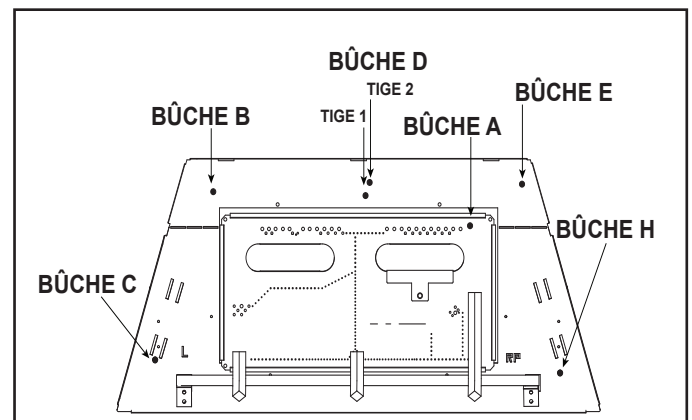
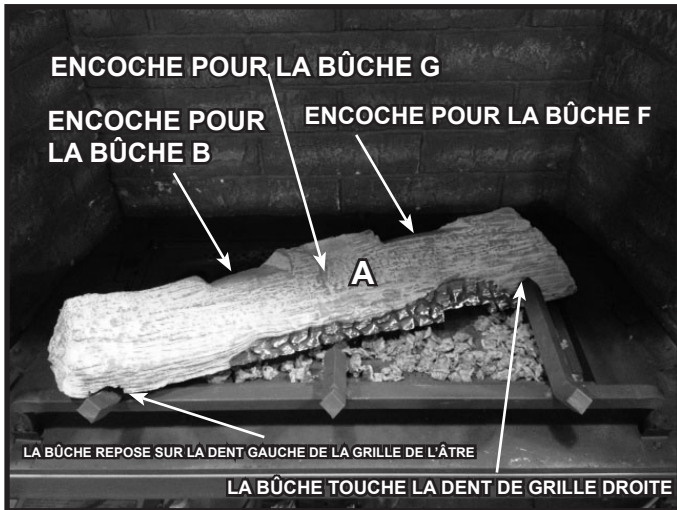
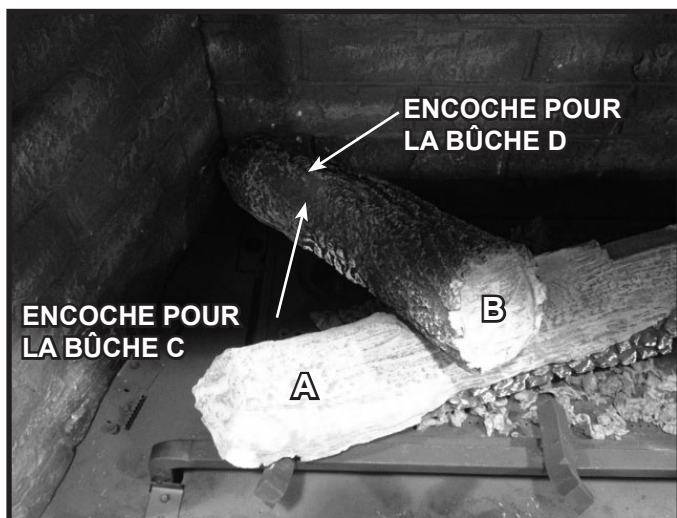
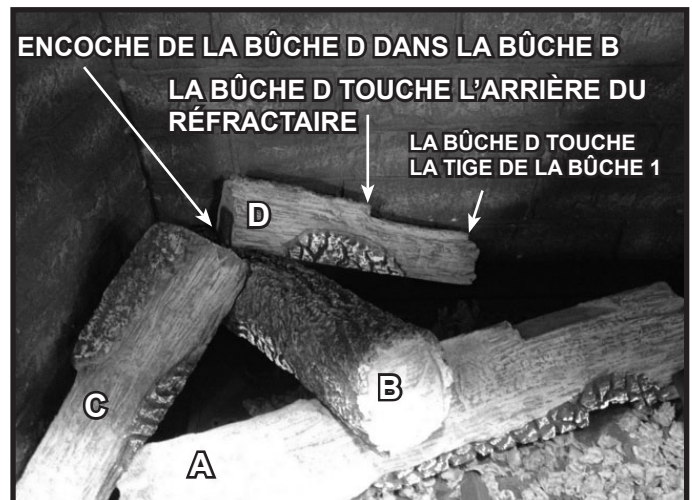

Figure 4. LOGSDBDV36PLAT Emplacements des tiges de bûche
Figure 5. Bûche A installée
Figure 6. Bûche B installée
Figure 8. Bûche D installée
1. **(BÛCHE A) :** Placez la bûche A dans l'appareil, comme il est indiqué à la figure 5. L'encoche au bas de l'extrémité gauche devrait reposer sur la dent gauche de la grille de l'âtre. L'extrémité droite de la bûche A devrait reposer contre l'arrière de la dent droite de la grille, et devant la tige de la « bûche A » indiquée à la figure 4. Glissez la bûche A vers l'avant de l'appareil.
2. **(BÛCHE B) :** Localisez la tige pour la bûche B dans la figure 4. Positionnez la bûche B dans l'appareil avec les encoches de la bûche orientées vers l'arrière de l'appareil. La bûche devrait toucher la tige de la bûche de l'arrière. Placez l'avant de la bûche B dans l'encoche sur la bûche A. Voir la figure 6.
3. **(BÛCHE C) :** Localisez la tige pour la bûche C sur la figure 4. Positionnez la bûche C dans l'appareil avec l'extrémité avec écorce vers le haut et face à l'arrière de l'appareil. L'extrémité basse de la bûche C devrait reposer contre la tige, et toucher le réfractaire. L'extrémité avec écorce de la bûche C devrait reposer dans l'encoche sur la bûche B. Voir la figure 7.
4. **(BÛCHE D) :** Localisez la tige pour la bûche D de la figure 4. Placez la bûche D dans l'appareil avec sa zone brûlée orientée vers l'avant de l'appareil, comme il est indiqué à la figure 8. Le côté droit de la bûche devrait toucher à la tige 1, et le côté gauche de la bûche devrait reposer dans l'encoche de la bûche B. La bûche D devrait toucher l'arrière du réfractaire. La tige 2 de la bûche devrait aider à stabiliser la bûche D dans l'éventualité où elle s'inclinerait vers l'avant.